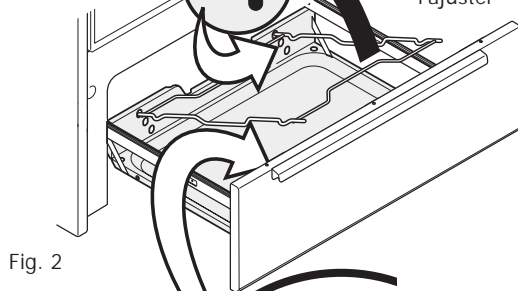
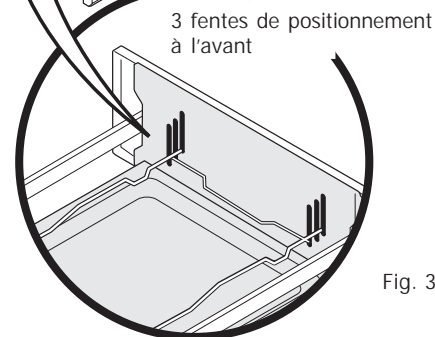

Fig. 2
Fig. 3
4. Au besoin, changez la position de la grille du grill en la soulevant par l'avant et en la tirant pour la sortir complètement des trous de positionnement situés à l'arrière du tiroir-gril (voir fig. 2). Replacez l'arrière de la grille dans l'un des trois trous de positionnement et laissez l'avant de la grille coulisser en place dans les fentes correspondantes à l'avant du tiroir-gril (fig. 3). Assurez-vous que la grille est de niveau avant d'utiliser la cuisson au grill.